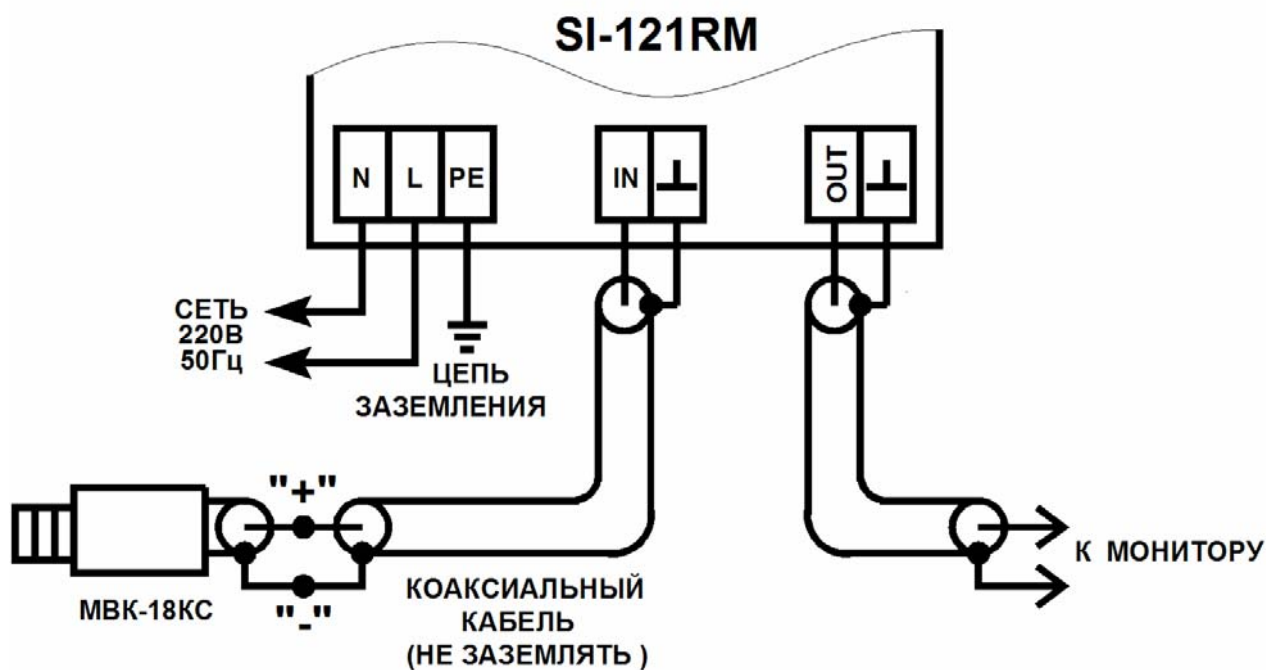

Рис. 1
5.5. Схема подключения **МВК-18КС** к приёмнику приведена на рис. 1. Оплётка коаксиального кабеля между **МВК-18КС** и приёмником не заземляется.